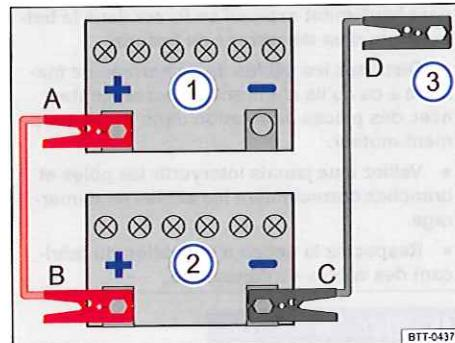
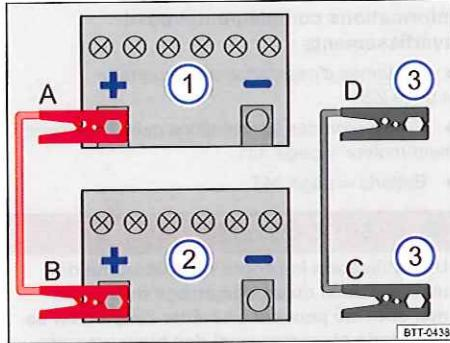

Fig. 265 Schéma de branchement des câbles de démarrage sur les véhicules sans dispositif start/stop de mise en veille fournissant l'aide au démarrage
Fig. 266 Schéma de branchement des câbles de démarrage sur les véhicules avec dispositif start/stop de mise en veille fournissant l'aide au démarrage
Légende concernant la fig. 265 et la fig. 266 :
Branchez les câbles de démarrage uniquement dans l'ordre **A – B – C – D** ⇒ fig. 265 ou ⇒ fig. 266.
- Raccordez une extrémité du câble de démarrage **rouge** à la borne positive (+) ⇒ fig. 265 ou ⇒ fig. 266 du véhicule dont la batterie est déchargée ① ⇒ .
- Raccordez l'autre extrémité du câble de démarrage **rouge** à la borne positive (+) de la batterie fournissant le courant ②.
- Sur les véhicules **sans dispositif start/stop de mise en veille** : raccordez une extrémité du câble de démarrage **noir** de préférence à une prise de démarrage de fortune (raccord à la masse) (–) ⇒ page 448, sinon raccordez-la à la borne négative (–) de la batterie fournissant le courant ⇒ fig. 265 ②.
- Sur les véhicules **avec dispositif start/stop de mise en veille** : raccordez une extrémité du câble de démarrage **noir** ⇒ fig. 266 ③ de préférence à une prise de démarrage de fortune (raccord à la masse) (–) ⇒ page 448, sinon raccordez-la à l'œillet de remorquage avant vissé, à une pièce métallique massive, fermement vissée sur le bloc-cylindres ou au bloc moteur lui-même.
- Sur le véhicule dont la batterie est déchargée, raccordez l'autre extrémité du câble de démarrage **noir** ⇒ fig. 265 ③ ou ⇒ fig. 266 ③ de préférence à la prise de démarrage de fortune (raccord à la masse) (–) ⇒ page 448 ou raccordez-la à l'œillet de remorquage avant vissé ⇒ page 453, à une pièce métallique massive fermement vissée sur le bloc-cylindres ou au bloc moteur lui-même ⇒ .
- Débranchez les câbles de démarrage uniquement dans l'ordre **D – C – B – A** ⇒ fig. 265 ou ⇒ fig. 266.